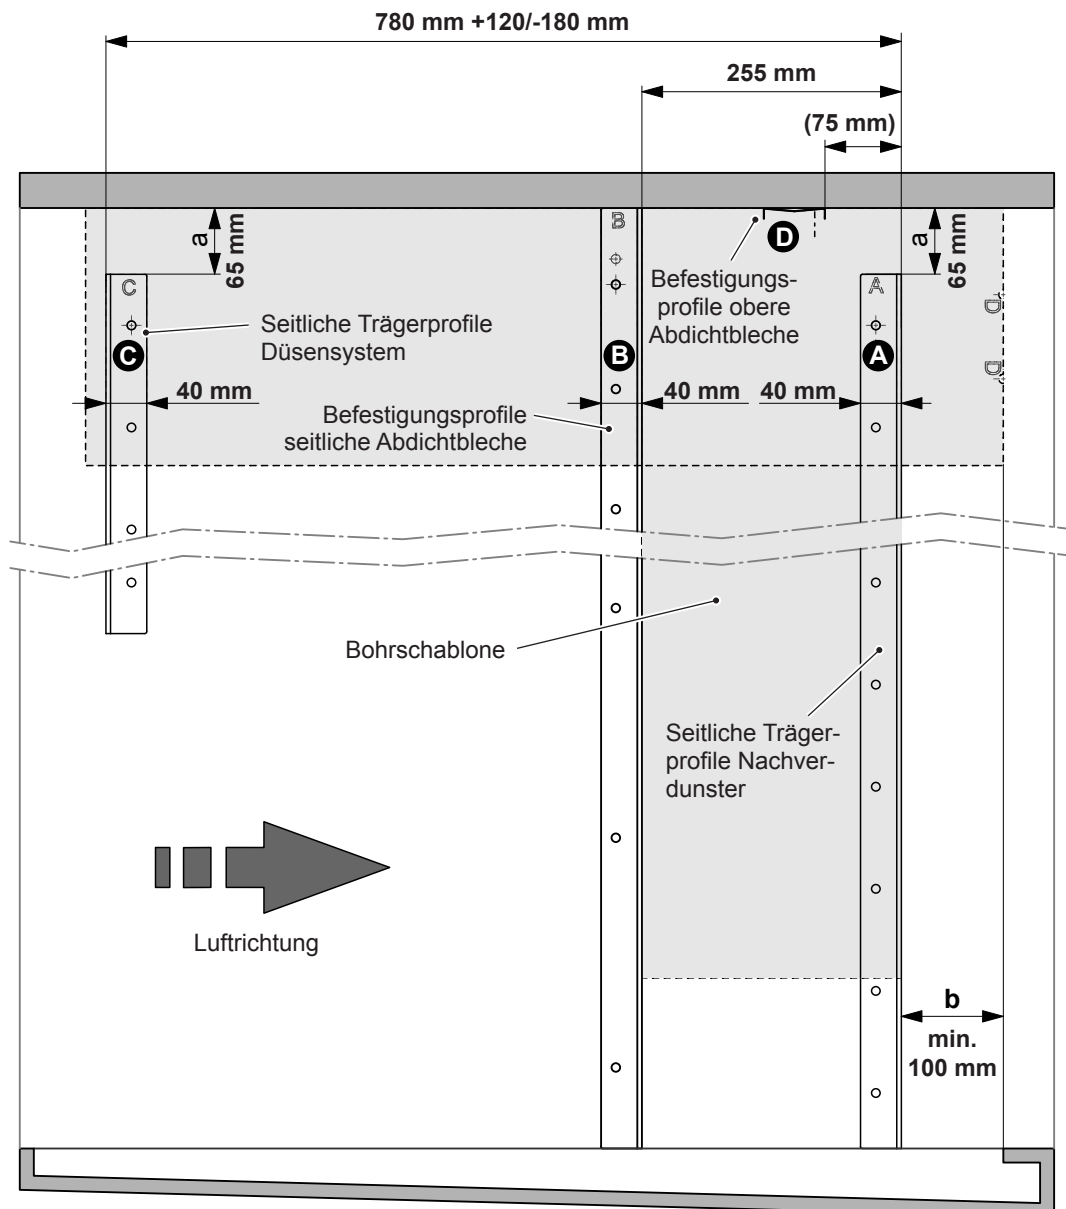
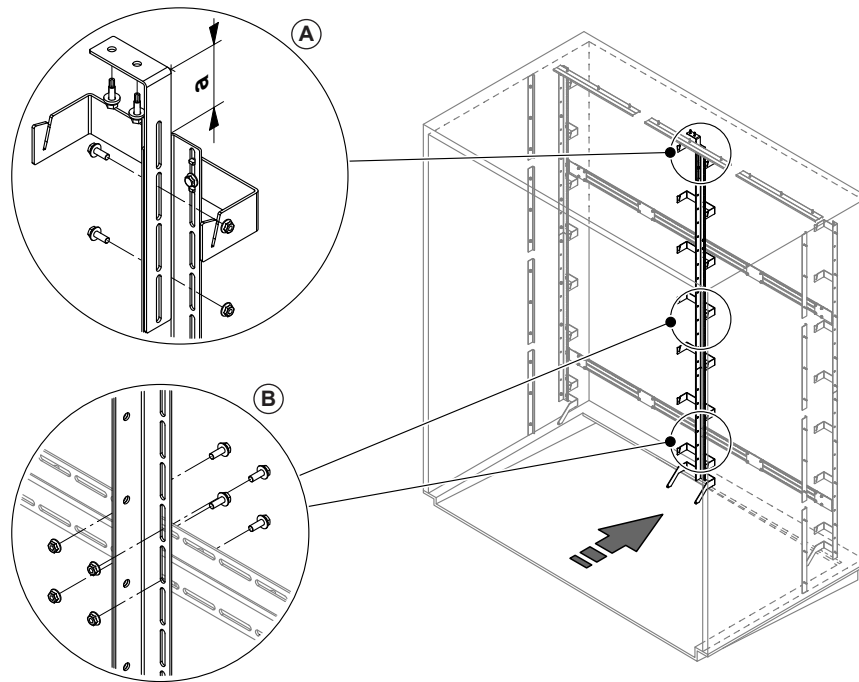

Abb. 5: Positionierung der Befestigungselemente (Seitenansicht)
Abb. 12: Vertikalstütze(n) montieren
- Falls nötig, die beiden Schraubverbindungen mit denen der/die Winkelhalter an der/den Vertikalstütze(n) befestigt sind, lösen und Winkelhalter so verschieben, dass der Abstand zwischen dem Schenkel des Winkelhalters und der oberen Kante der Vertikalstütze den gleichen Abstand "a" hat wie die Oberkante der beiden Trägerprofile zur Kanaldecke (siehe Abb. 5 und Detail A in Abb. 12). Anschliessend die beiden Schraubverbindungen wieder anziehen.
- Horizontale Position(en) der Vertikalstütze(n) auf den Querträgern anzeichnen (bei 1 Stütze mittig, bei mehreren Vertikalstützen gleichmässig auf die Breite verteilt). Anschliessend Vertikalstütze(n) mit dem Winkelhalter oben von vorne (in Strömungsrichtung gesehen) an den Querträgern anschlagen, bis zum Anschlag nach oben schieben und mit je vier Schrauben M6 x 16 mm und Muttern an den Querträgern befestigen (siehe Detail B in Abb. 12). Schrauben nur leicht festziehen.
- Den Winkelhalter der Vertikalstütze(n) mit zwei Bohrschrauben 6.3 x 25 mm an der Kanaldecke befestigen (siehe Detail A in Abb. 12).